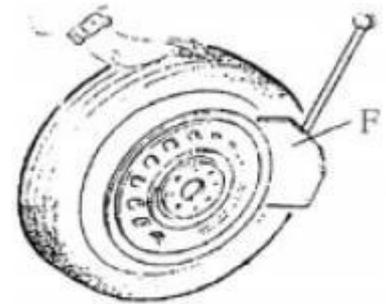

Fig 5
Afin d'évacuer complètement l'air du pneu, placez le pneu contre le tampon en caoutchouc (S). Amenez la pelle (F) contre le talon à environ 10 mm du bord de la jante, comme indiqué sur la **figure 5**. Appuyez sur la pédale de décollage de talon (U) pour pousser la pelle dans le pneu. Répétez les opérations ci-dessus à différents endroits autour du pneu et des deux côtés du pneu jusqu'à ce que le talon du pneu soit complètement libéré.